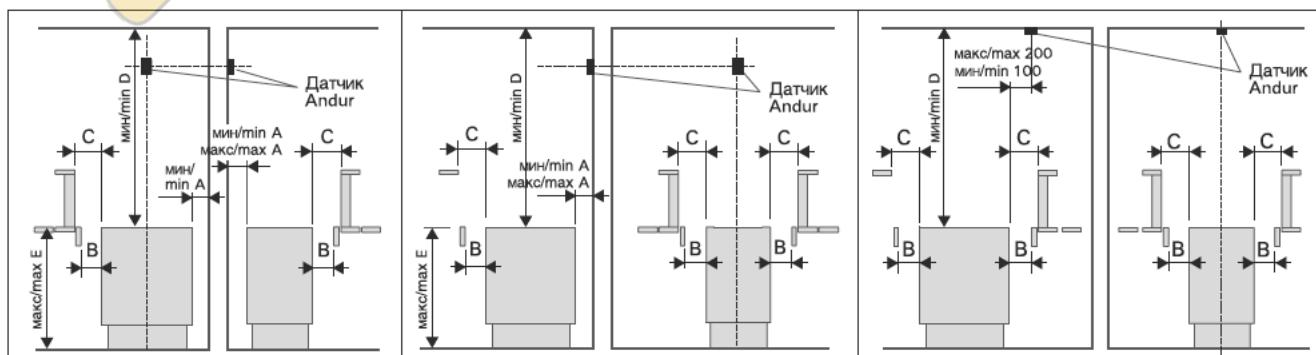

Рис. 3. Безопасные расстояния каменки. Вним.! Если значение E больше E макс., то И мин. = С мин.
- При расположении каменки выполняются условия минимальных расстояний, изображенных на рис. 3 и указанных в таблице 1. **Значения необходимо соблюдать, так как пренебрежение ними может привести к возникновению пожара.**
Перед установкой необходимо принять во внимание минимальные расстояния до легковозгораемых материалов. См. табл. 1 и рис. 3.